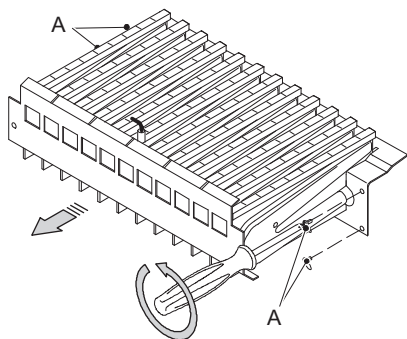

Рисунок 8.1
- Снять переднюю панель камеры сгорания и горелку, см. Рисунок 8.1.
- Поставить на место горелку Рисунок 8.1, переднюю панель камеры сгорания и панель герметичной камеры.